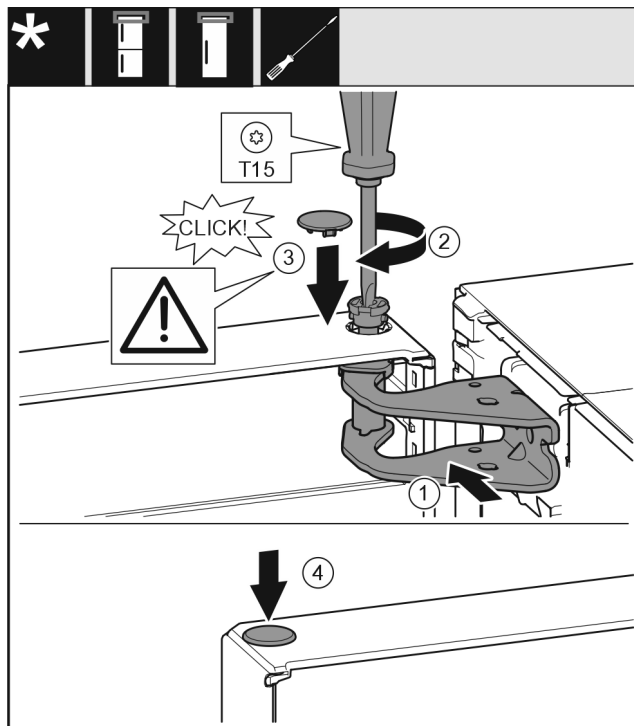

Fig. 23
- Dvere hore vyrovnajte s otvorom v ložiskovej konzole. Fig. 23 (1)
- Vložte čap Fig. 23 (2) a pevne ho priskrutkujte skrutkovačom.
- Namontujte poistný kryt Fig. 23 (3) pre poistku dverí: Nasadíte poistný kryt a skontrolujete, či prilieha ku dverám. Inak čap vložte úplne.
- Vložte zátku Fig. 23 (4).